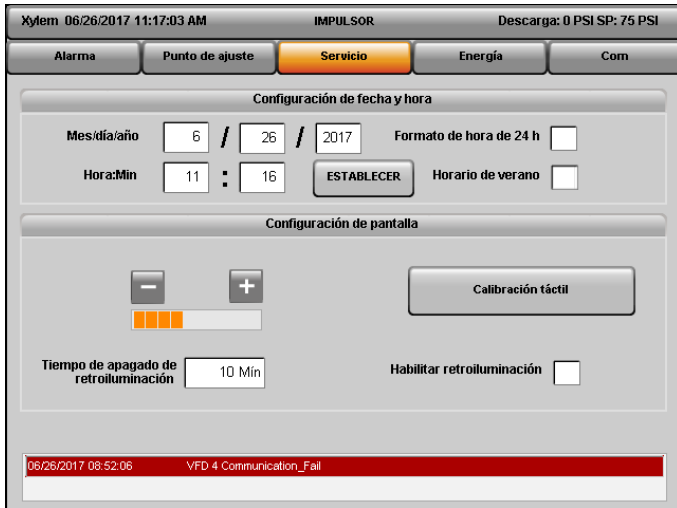

Figura 5.5.28: Página de configuración de fecha/hora
- **Mes/Día/Año:** Ingrese el **Mes, Día y Año** actual en su respectivo espacio de entrada, tal como se muestra en la Figura 5.5.28.
- **Hora:Minutos:** Ingrese las usando el formato de 24 horas y los minutos de 0 a 60 en su espacio respectivo de entrada, tal como se muestra en la Figura 5.5.28.